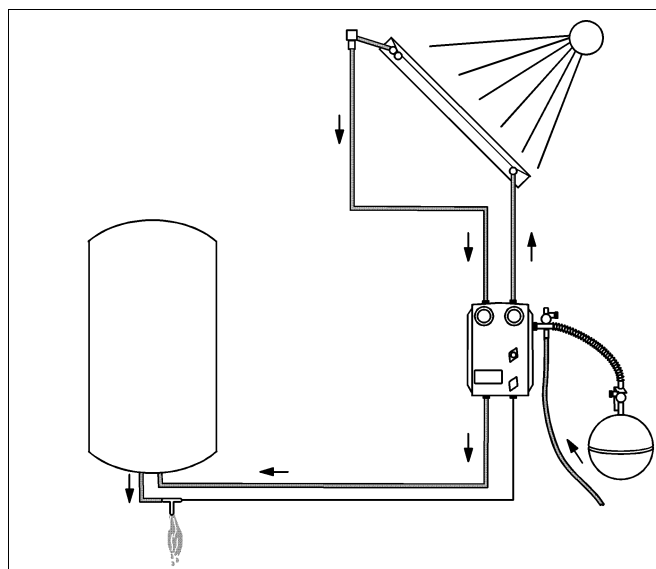

Fig. 17 Lavaggio del sistema parziale sinistro
- 1 Lavare il sistema parziale sinistro con acqua del rubinetto (fig. 17). Al lavaggio, accertarsi che non venga superata la pressione di sistema.